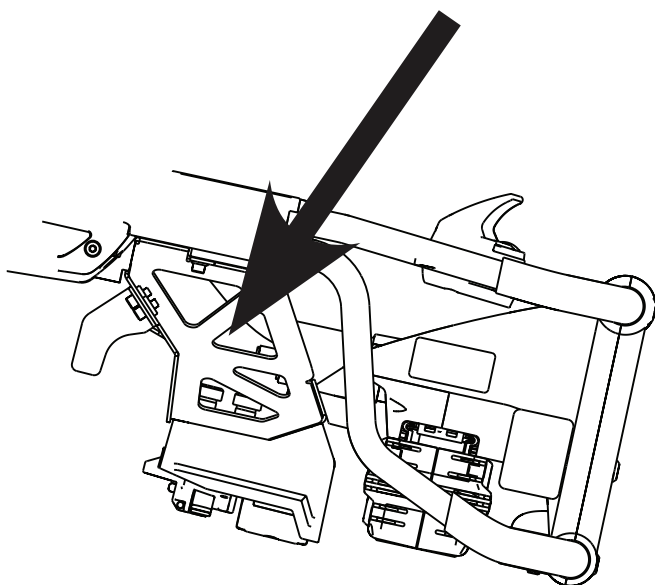

Figur 26 – Hög infusionsstativet och positionera defibrillatorbrickan (modell 6506 visas)
3. Om produkten är utrustad med ett infusionsstativ ska du höja stativet (A) till upp-läget (Figur 26).
5. Placera de inre benen (B) på defibrillatorplattformen mot produktens huvudände (Figur 26).